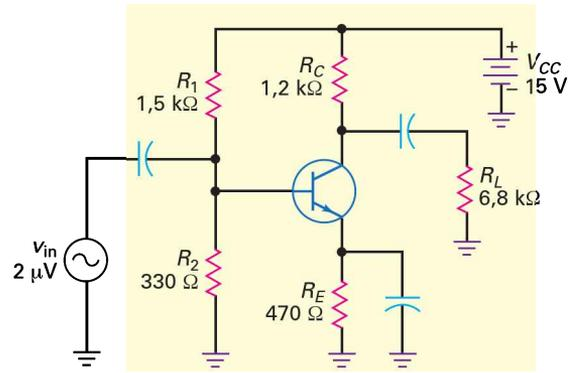

Figure 8.33
- 8.9** On désire un fonctionnement petit signal pour la figure 8.33. Quel est le courant émetteur AC maximal ?
- 8.10** La résistance d'émetteur de la figure 8.33 est doublée. On désire un fonctionnement petit signal. Quel est le courant émetteur AC maximal ?
- 8.14** **IIII Multisim** Quelle est la résistance AC de la diode émetteur de la figure 8.33 ?
- 8.15** **IIII Multisim** Si la résistance d'émetteur de la figure 8.33 est doublée, que vaut la résistance AC de la diode émetteur ?
- 8.16** D'après la figure 8.33, quelle est l'impédance d'entrée de la base si $\beta = 200$?
- 8.17** Si la résistance d'émetteur de la figure 8.33 est doublée, que vaut l'impédance d'entrée de la base avec $\beta = 200$?
- 8.18** Si la résistance $1,2\text{ k}\Omega$ de la figure 8.33 est changée en $680\text{ k}\Omega$, quelle est l'impédance d'entrée de la base avec $\beta = 200$?
- 8.19** **IIII Multisim** D'après la figure 8.33, tracez le schéma AC équivalent avec $\beta = 150$.
- 8.20** Doublez toutes les résistances de la figure 8.33. Ensuite, tracez le schéma AC équivalent pour un gain en courant AC égal à 300 .
8.37 D'après la figure 8.33, la résistance de Thévenin vue par le condensateur de découplage est 30 kΩ. Si l'émetteur est relié à la masse AC pour les fréquences comprises entre 20 Hz et 20 kHz, quelle doit être la taille du condensateur ?